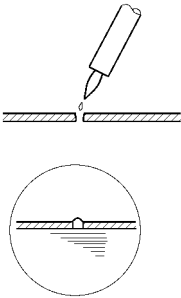

图 18-161 对加热丝涂敷少量的粘接剂
2) 充分地搅拌粘接剂，然后使用尖头刷，对加热丝涂敷少量的粘接剂，如图 18-161 所示。过几分钟后即可拆除胶带，但粘接点至少要搁放 24h。